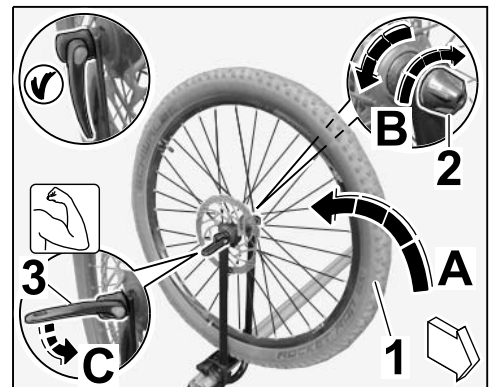

Bild 29
6.2.4 Vorderrad aus Fahrrad ausbauen und in Gabel Vorderradhalter einsetzen (⇒ Bild 29-A-).
6.2.5 Schnellspanverschluss Vorderrad schließen (⇒ Bild 29-B und C-).